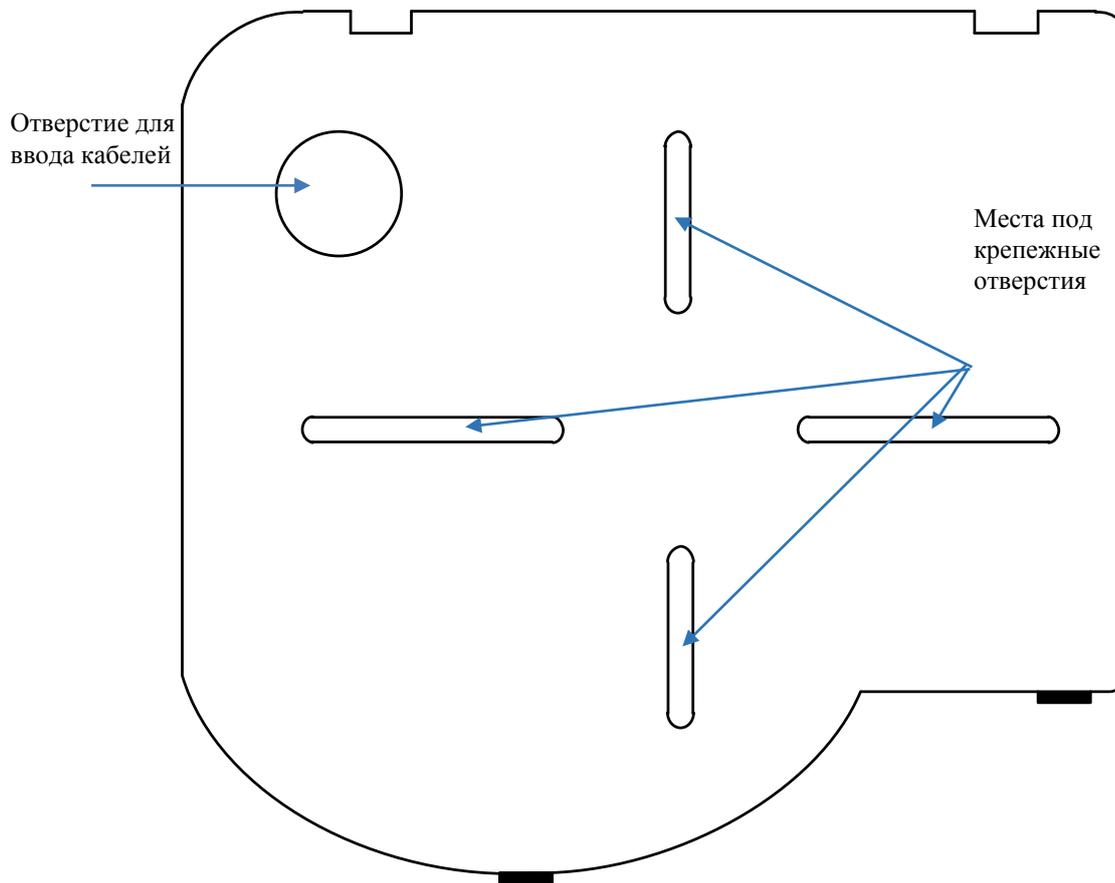

Рисунок 4. Разметка мест крепления
4. Разметьте места крепления считывателя, приложив заднюю крышку считывателя к стене (рис. 4).